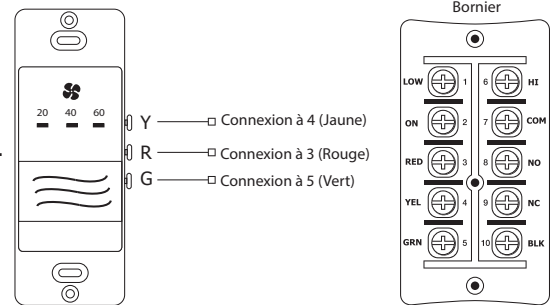

Figure 27 - Minuterie DET01 avec bornier de type A
2. Couplage avec la commande GDXPL02 ou GDXPL03 Deluxe : appuyez simultanément sur les boutons gauche  et droit (RESET) de la commande. L'écran s'éteint et le symbole sans fil  apparaît en clignotant dans le coin inférieur droit de l'écran; cela indique que la commande est en mode de couplage (fig. 27, case D).
3. Couplage avec les commandes de base GBC02, GBC03 ou GBC04 : appuyez simultanément sur les boutons gauche et droit de la commande. La rangée des 3 DEL au bas se met à clignoter; cela indique que la commande principale est en mode de couplage (fig. 27, case E).
1. Séparez la plaque avant de la plaque arrière en la tirant fermement (fig. 27, case A).
2. Pour le montage de la commande sans plaque décorative, cassez les languettes supérieure et inférieure et reportez-vous à la figure 27, case C, pour le montage.
3. Placez la plaque arrière de la commande à l'emplacement souhaité sur le mur et marquez au crayon les trous de vis supérieur et inférieur (fig. 27, cases B ou C). Percez 2 trous de 3 mm (1/8 po).
5. Fixez la plaque avant à la plaque arrière (fig. 27, case F).